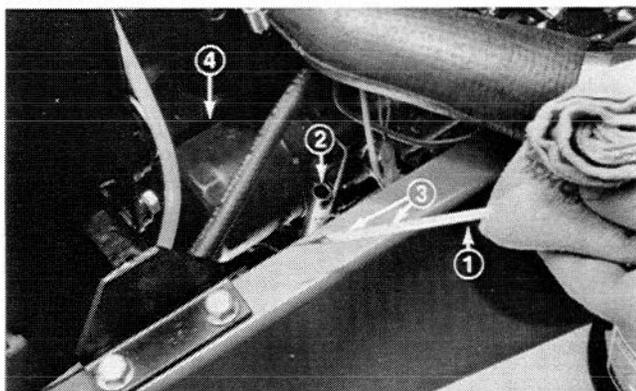
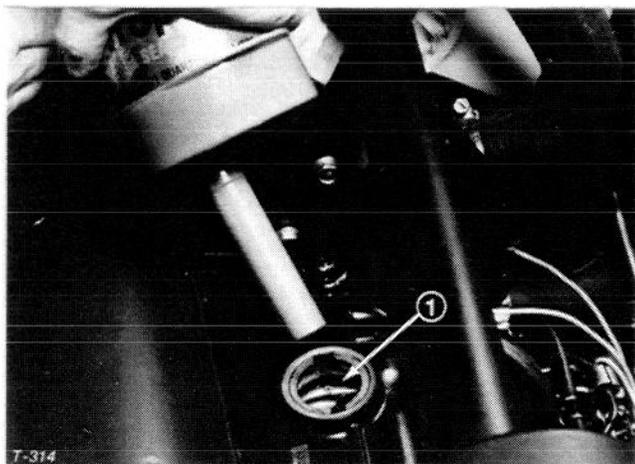

Fig. 1
Fig. 2
3. Rimuovere l'asta di misurazione del livello ed asciugarla con un panno pulito (Fig. 1). Spingere l'asta nel tubo, verificando che sia inserita a fondo, quindi estrarla e controllare il livello dell'olio. Se il livello è basso, togliere il tappo di riempimento (Fig. 2) e rabboccare fino a portarlo alla tacca superiore sull'asta (Fig. 1). **NON RIEMPIRE TROPPO.**